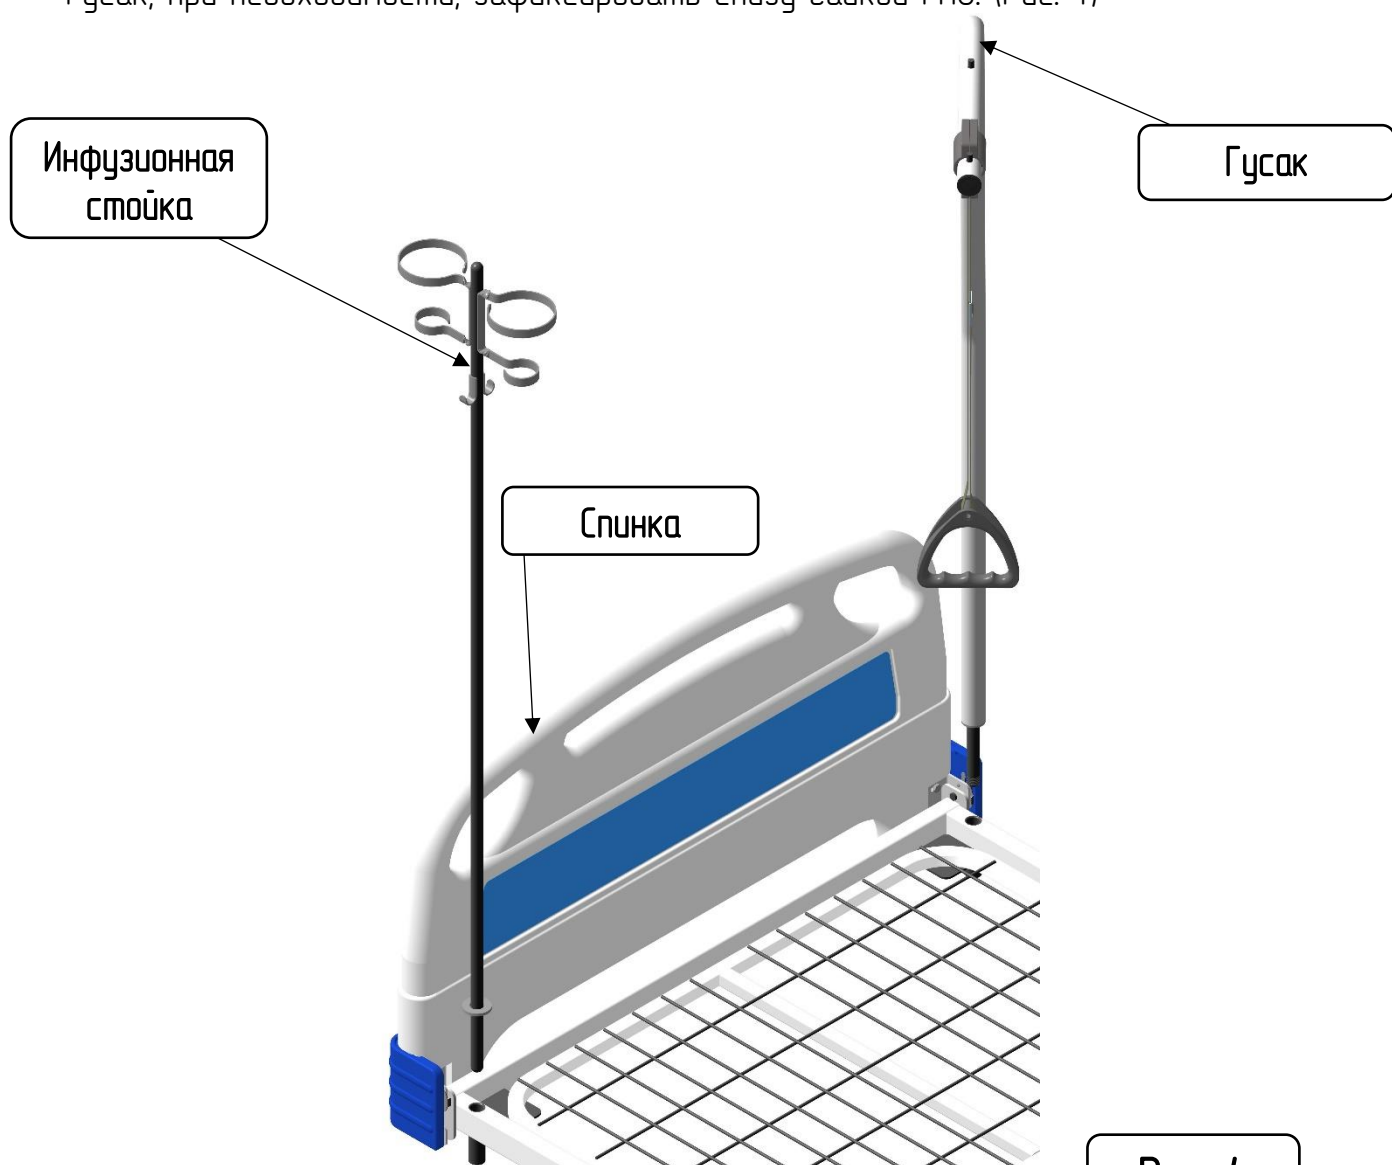

Рис. 4
8. Установить устройство для самоподнимания пациента (Поз.9 – Гусак), вставив узкой частью в одну из втулок торцевых труб царги до упора. Поз.7 – Инфузионная стойка, устанавливается аналогично устройству для самоподнимания пациента в другую втулку. Гусак, при необходимости, зафиксировать снизу гайкой М16. (Рис. 4)